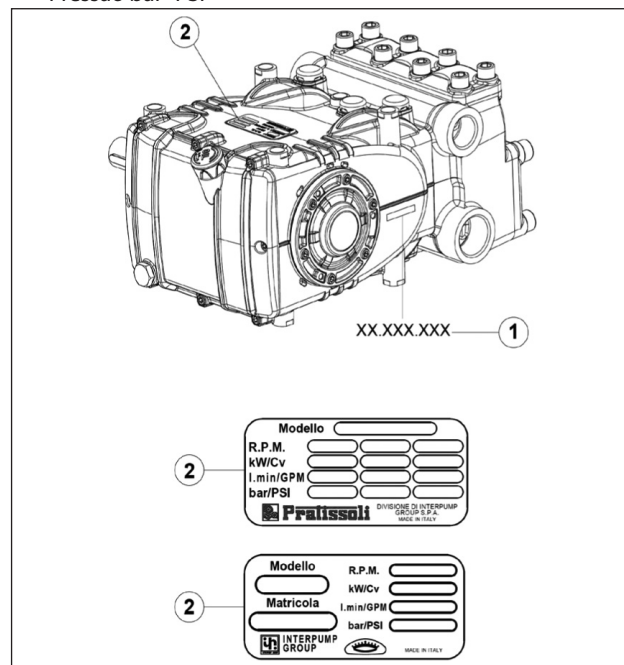

Fig. 1
Cada bomba tem o próprio nº de matrícula XX.XXX.XXX, ver pos. ① e uma etiqueta de identificação, ver pos. ② da Fig. 1 que relaciona: